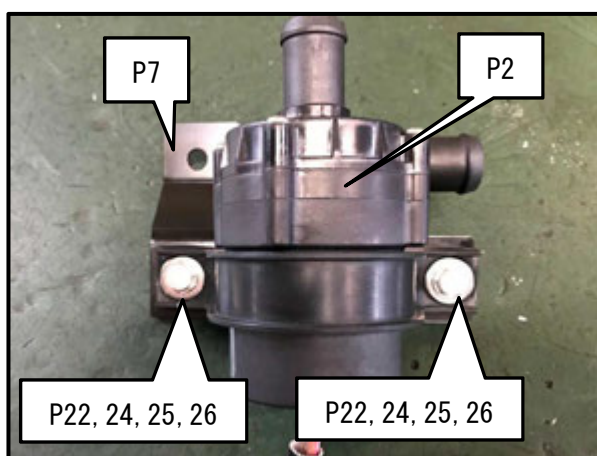

図 4-1
(1) ウォーターポンプブラケットに電動ウォーターポンプを取付ける。(図 4-1)